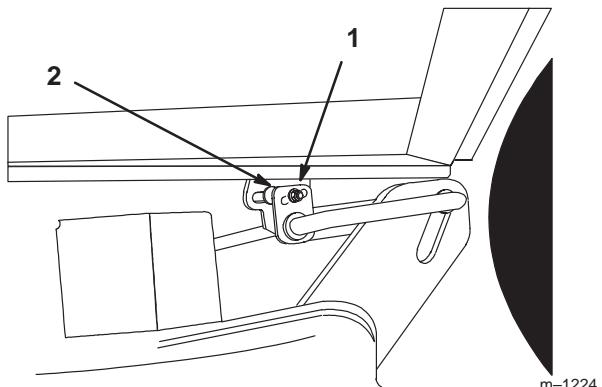

Bild 10
4. Lockern Sie die Einstellschraube an einer Seite und drehen das Hängeprofil, um das Schneidwerk anzuheben oder abzusenken (Bild 10).